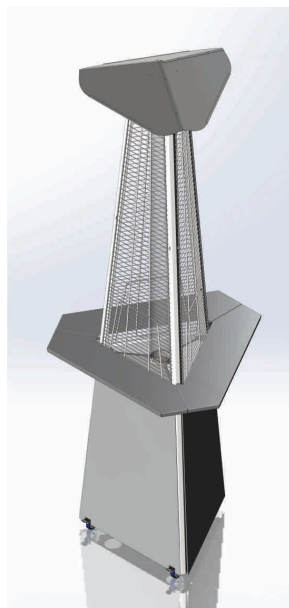

Рис. 10
10. установите на места боковые и главную крышки. Затяните винты, фиксирующие боковые крышки. Сборка завершена (Рис. 10)